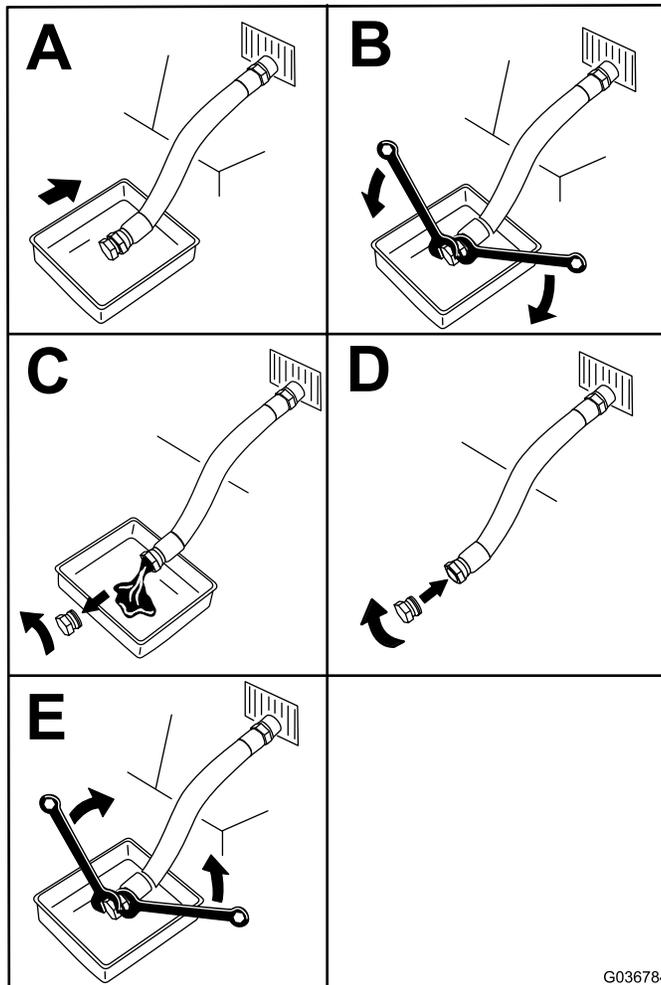

Рисунок 33
4. Замените масло в двигателе, как показано на Рисунок 33.